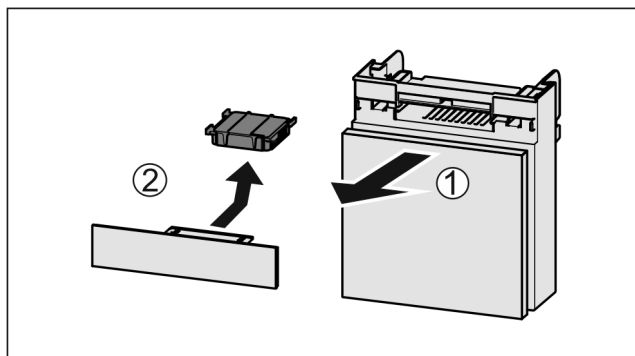

Fig. 48
- ▶ Extraire le compartiment par l'avant Fig. 48 (1).
- ▶ Sortir le filtre à charbon actif Fig. 48 (2).